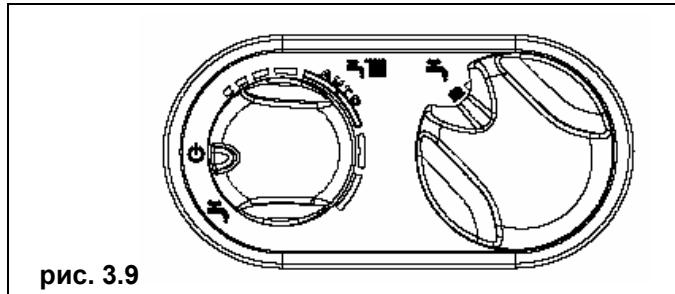

рис. 3.9
- установить переключатель режимов работы в положение  (OFF - Выключено) (рис. 3.9) и подождать несколько секунд.